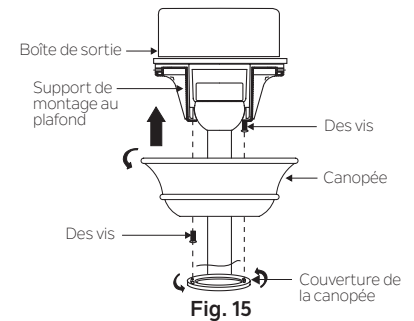

Fig. 15
**Étape 2.** Faites glisser le baldaquin vers le haut sur le support de montage et placez l'une des fentes du trou de serrure sur la vis de montage du support de montage. Faites pivoter le baldaquin jusqu'à ce que la tête de la vis se verrouille en place dans la section étroite du trou de la clé. Voir la figure 15.
**REMARQUE:** Ajustez les vis du capot si nécessaire jusqu'à ce que le capot et son capot soient bien ajustés. (Fig. 15)